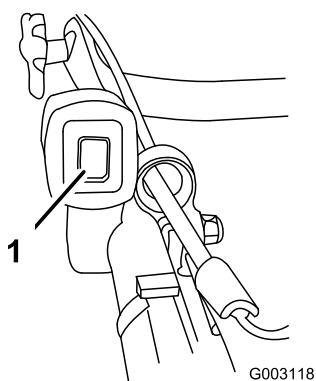

**Figura 18**
3. Instale los pomos del manillar inferior y apriételos a mano todo lo que pueda (Figura 18).